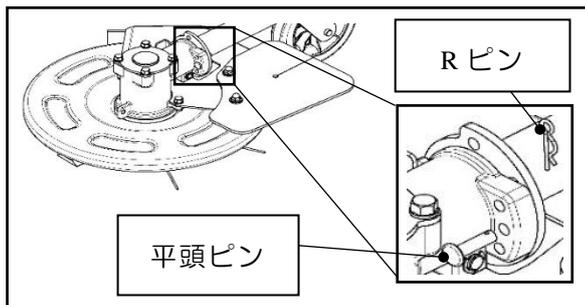

図 1
- ①エンジンを停止し、念のため点火プラグのキャップを外してください。
- ②図 1 の矢印で示した R ピンと平頭ピンを取外してください。